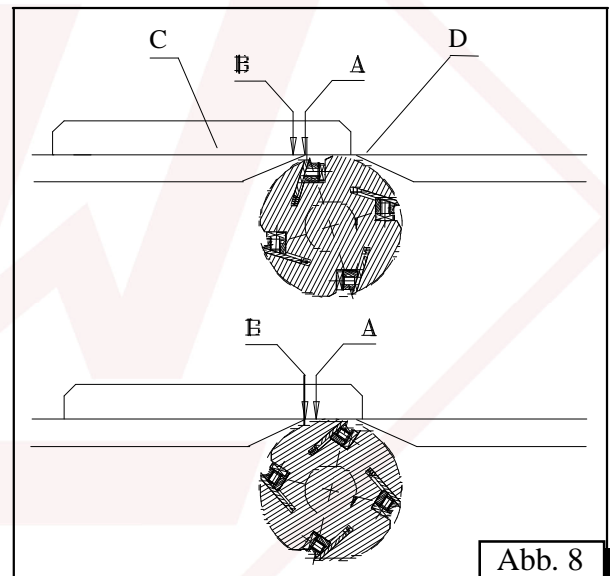

Abb. 8
- Der Zeiger soll mit der Kante des Tisches übereinstimmen /Abb. 8/.